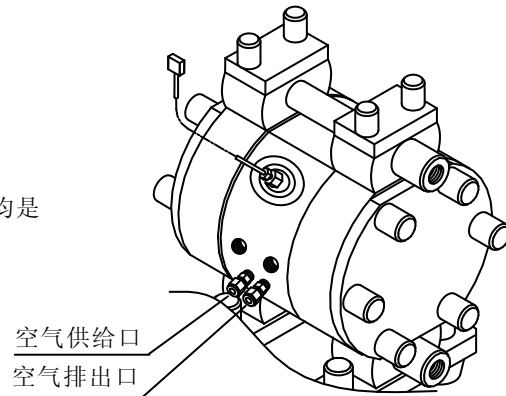

Fig. 4.5
- 1) 请在泵上连接冷却喷嘴。连接位置请参照[1. 各部的名称和材质]及Fig.4.5。